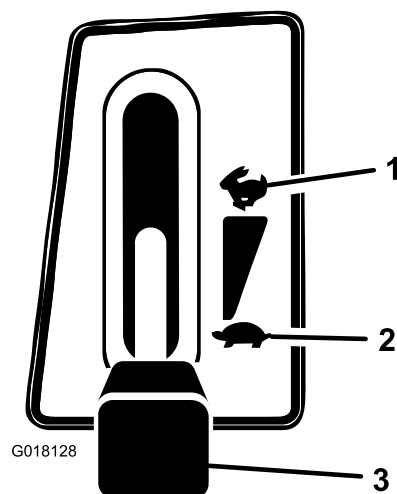

Bild 10
1. Drücken Sie den Zapfwellenantrieb (ZWA) in die „Aus“-Stellung (Bild 10).
2. Stellen Sie den Gasbedienungshebel auf „Langsam“ (Bild 10).
5. Nachdem der Motor angelaufen ist, stellen Sie den Gasbedienungshebel langsam auf „Schnell“ und drücken Sie den Chokehebel hinein (Bild 10). Wenn der Motor stockt oder zögert, stellen Sie den Gasbedienungshebel wieder auf „Langsam“, ziehen Sie den Chokehebel ein paar Sekunden heraus und stellen Sie dann den Gasbedienungshebel auf
1. Stellen Sie den Gasbedienungshebel auf Schnell“ (Bild 10).